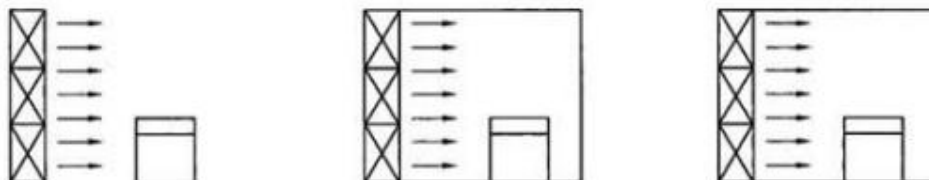
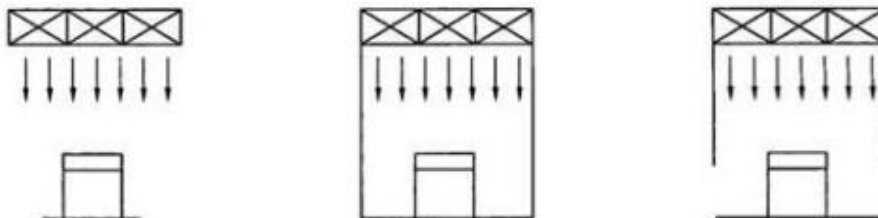

图 A.2 水平单向流的气流形式
图 A.3 垂直单向流的气流形式
A.2 100 级单向流区域,洁净工作台或局部空气净化设施的采样点宜布置在正对气流方向的工作面上,气流形式可参考图 A.2、图 A.3。